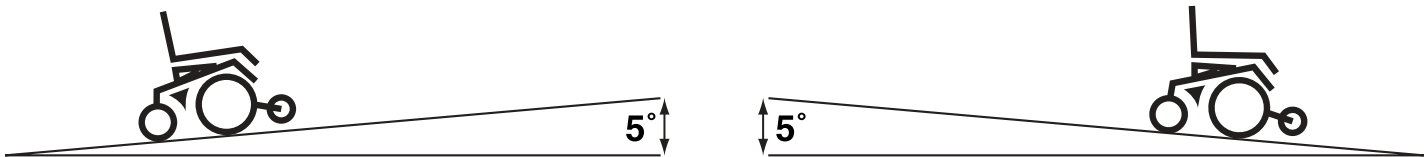

Figure 1. Angle sécuritaire maximal (ascendant et descendant)
**MISE EN GARDE! Même si votre fauteuil motorisé a la capacité de gravir des pentes plus abruptes que celles illustrées dans les figures 1 et 2, vous ne devez jamais, en aucune circonstance, dépasser le degré d'inclinaison ou toute autre limite spécifié dans ce manuel. Vous risquez de vous blesser et/ou endommager votre fauteuil motorisé.**
La plupart des rampes d'accès public conformément aux règles de l'Americans with Disabilities Act de 1990, ont une inclinaison maximale de 5 degrés. C'est pour cette raison que Pride recommande de ne pas dépasser cette inclinaison de 5 degrés afin de gravir ou descendre les pentes en toute sécurité. Voir la figure 1.